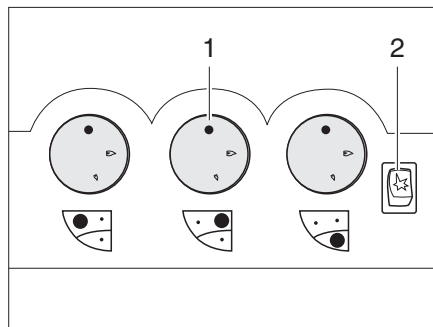
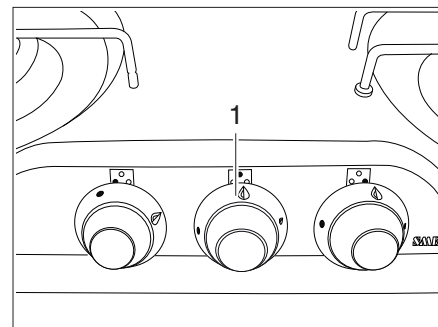

Fig. 125 Boutons de commande pour le réchaud à gaz
Fig. 126 Variante: Boutons de commande pour le réchaud à gaz
- Tourner le bouton tournant (Fig. 125,1 ou Fig. 126,1) du brûleur désiré en position d'allumage (grande flamme).
- Si une touche d'allumage (Fig. 125,2) est présente: